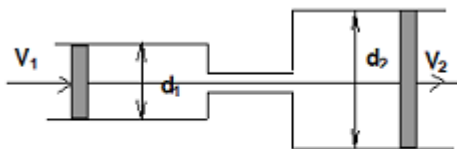

Рис. 3
3. Пространство между поршнями заполнено жидкостью. Поршни имеют диаметры $d_1=6$ см, $d_2=4$ см. Левый поршень движется со скоростью $V_1=44$ см/с (рис. 3). Определить скорость V_2 движения правого поршня и объемный расход жидкости Q в см³/с.